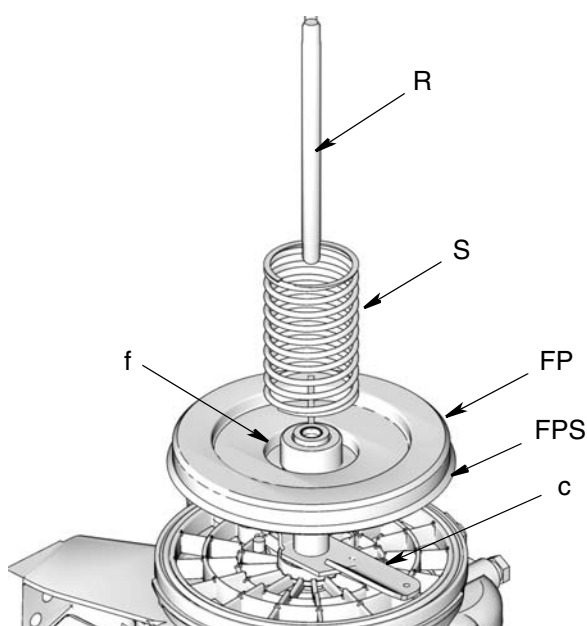

FIG. 11
2. Installer la plaque suiveuse (PS) sur le levier de commande(c). S'assurer que l'étanchéité (EPS) est tournée vers le bas (vers la plaque presse-purée) comme indiqué sur FIG. 11.